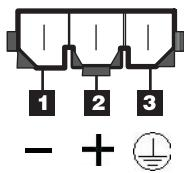

图 14. 直流电源接口 - 引脚位置
- b. 将直流电源线连接到电源。请参阅第 14 页的图 14 和第 14 页的表 1,以了解直流电源接口的引脚位置。